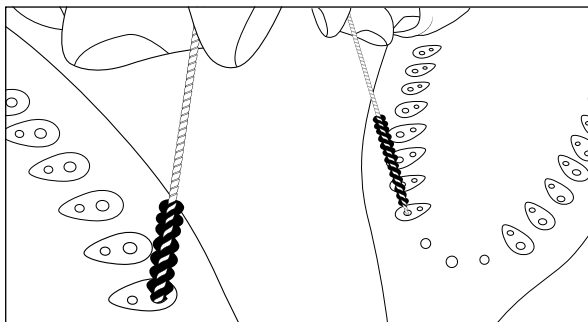

Fig. 13
- 2) Usare lo spazzolino **11** fornito per eliminare le incrostazioni di calcare dai fori della piastra **8** (vedere fig. 13).